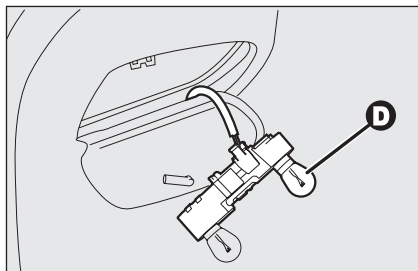

fig. 36
- ☐ quite y sustituya la lámpara correspondiente empujándola ligeramente y girándola hacia la izquierda **fig. 36**;